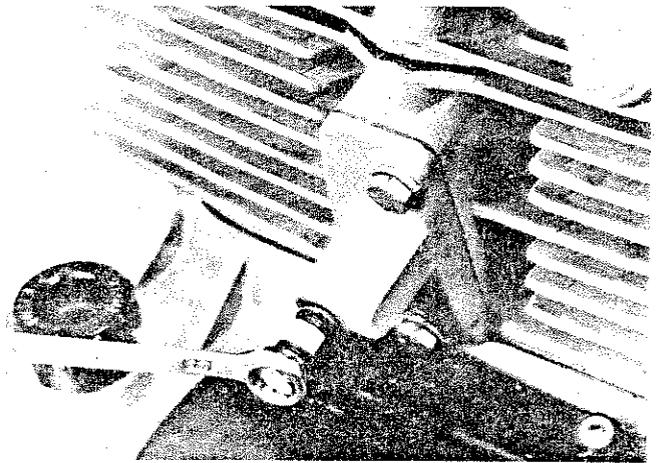
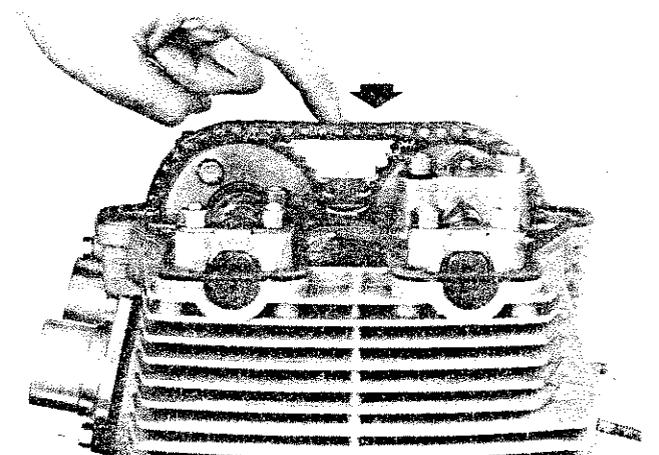

Fig. 35
Fig. 36
- 3) A questo punto agire sul tenditore, dopo aver sbloccato il controdado (Fig. 35), in modo che l'abbassamento della catena, premendo con un dito sia di $5 \div 7$ mm a motore freddo (Fig. 36 e 36A).
- 3) At this point slacken the locknut and operate the cam chain tensioner so that depressing the chain with the finger (as in Fig. 36 and 36A) the slack is $5 \div 7$ mm, with a cold engine. Tighten the locknut and refit the cover.